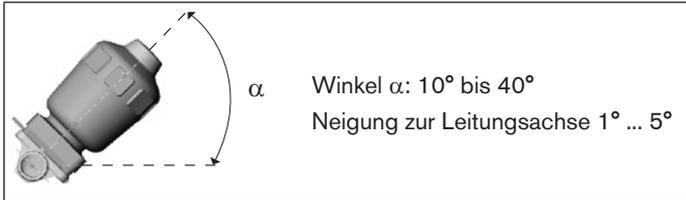

Bild 2: Einbaulage zur Selbstentleerung des Gehäuses
- Gehäuse um den Winkel $\alpha = 10^\circ$ bis 40° geneigt zur Horizontalen einbauen (siehe „Bild 2“).